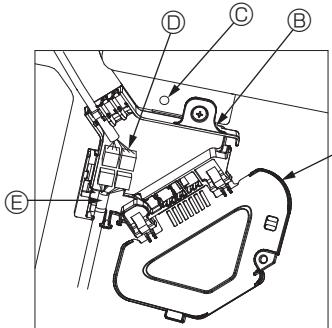
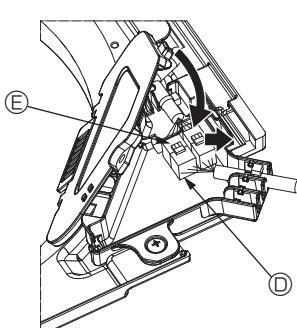

Fig. 10-8
Fig. 10-9
- ① Fjern den ene skruen som holder koblingsboksdekselet fast, og åpne dekselet.
- ② Koble kryssledningskontakten på spjeldmotoren og panel-spjeldmotorens ledningskontakt i koblingsboksen. (Fig. 10-8)
- ③ Lukk dekselet på koblingsboksen.
- Når du lukker kontaktboksdekselet, skyver du dekselet i retning med pilen og sørger for at anslaget er satt godt inn. (Fig. 10-9)